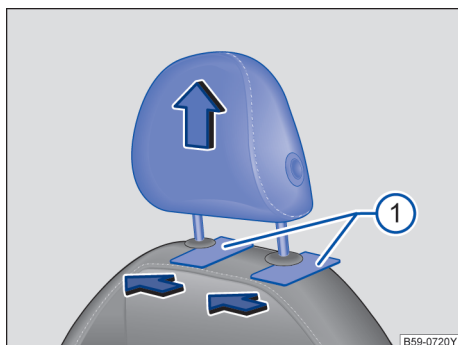

图 84 拆卸和安装前排头枕
- 松开头枕时，一人用一扁平器具（例如，塑料卡片）插入靠背套与头枕导杆护套之间 →  图 84①。同时另一人将头枕完全拔出。